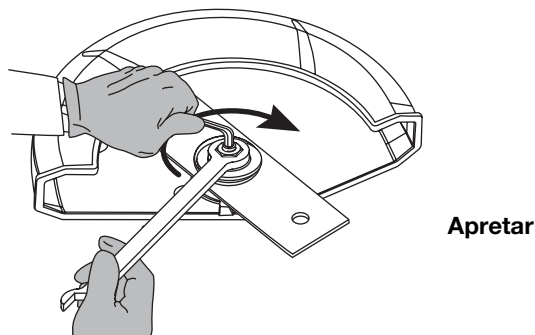

Fig. 17
- Mientras sujeta la llave tipo "Allen" en el orificio del husillo, apriete la tuerca girando la llave hacia la derecha hasta que quede apretada (Fig. 17).